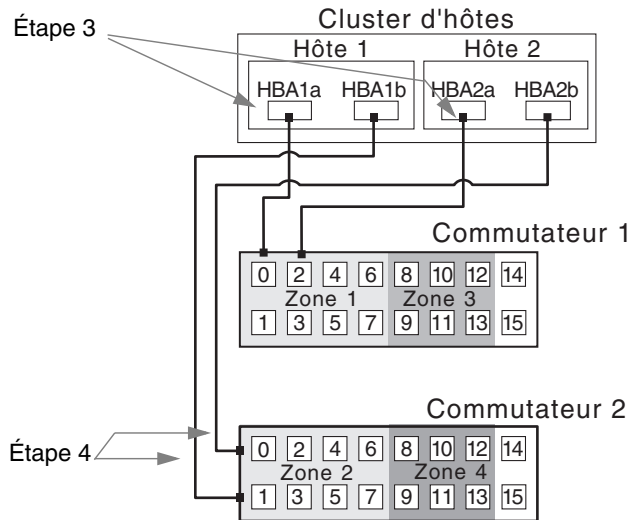

FIGURE 5 Connexions d'adaptateurs de bus hôte à des commutateurs FC
3. Connectez le HBA principal de chaque hôte de ce site à un port disponible de la zone 1 du commutateur 1 (voir FIGURE 5).
4. Connectez le HBA secondaire de chaque hôte de ce site à un port disponible de la zone 2 du commutateur 2 (voir FIGURE 5).